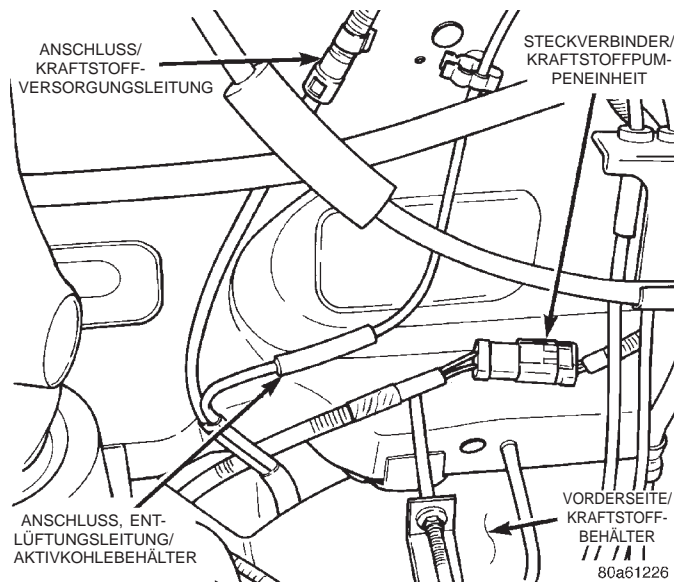

Abb. 44 Anschlüsse an der Vorderseite des Kraftstoffbehälters
- (1) Das Minuskabel von der Batterie abklemmen.
- (2) Einen Kraftstoffabsaugschlauch in den Kraftstoffeinfüllstutzen einführen und bis in den Kraftstoffbehälter schieben.
- (3) Den Kraftstoff aus dem Kraftstoffbehälter in einen Speicherbehälter oder in einen korrekt mit **Dieselmotorkraftstoff** gekennzeichneten Kraftstoffbehälter vollständig absaugen.
- (4) Das Fahrzeug mit einer Hebebühne anheben.
- (5) Den Kraftstoffeinfüllschlauch und den Entlüftungsschlauch am Kraftstoffbehälter demontieren.
- (6) Die Kraftstoff-Versorgungs- und -Rücklaufleitungen von der Kraftstoff-Versorgungsleitung aus Stahl demontieren (Abb. 44).